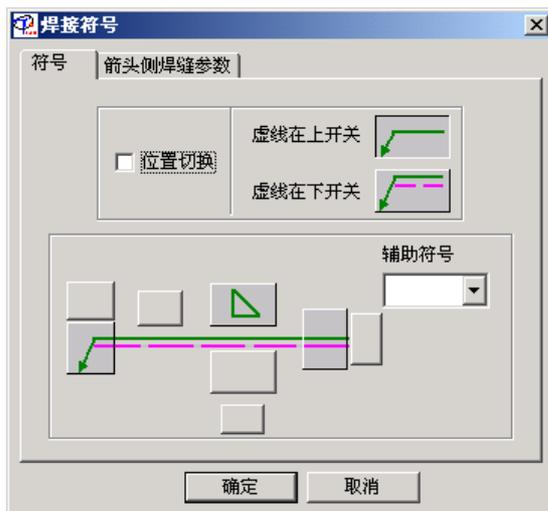

图 8-14
出现： 对话框，如图 8-14 所示
输入：焊接基本符号、焊缝尺寸及其他参数。设置好有关参数后，点取图 8-14 中“确定”按钮，切换到作图屏幕。
3. 鼠标点取图 8-14 中的箭头上面的图像按钮可以选择标注“现场符号”。
4. 鼠标点取图 8-14 中的箭头按钮可以选择标注“周围焊接符号”。
5. 鼠标点取图 8-14 中横线上第一个图像按钮可以选择“三面焊接符号”标注。
6. 鼠标点取图 8-14 中横线上第二个图像按钮可以选择焊接基本符号，点取后出现对话框，如图 8-15 所示。
8. 图 8-14 中最右边的图像按钮用来选择标注“尾部符号”。
10. 用鼠标点取图 8-14 对话框左上角的“箭头侧焊缝参数”或“非箭头侧焊缝参数”一栏，出现如图 8-16 对话框，在编辑框内可输入焊缝的参数值。